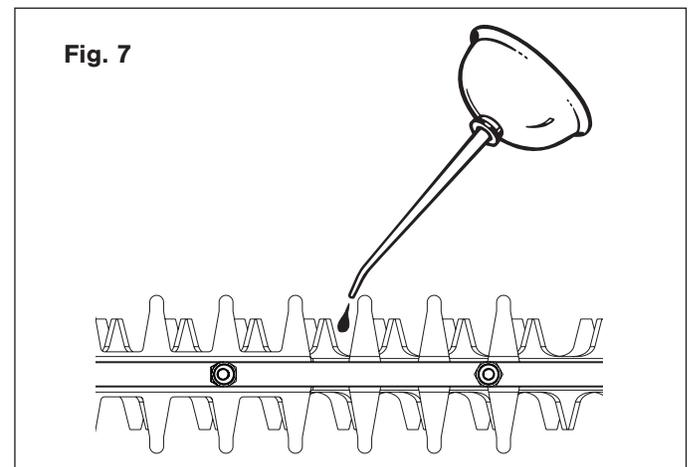

Fig. 7
2. Déposez le taille-haie sur une surface plane. Appliquez n'importe quelle huile mouvement légère le long du tranchant de la lame supérieure (Fig. 7).